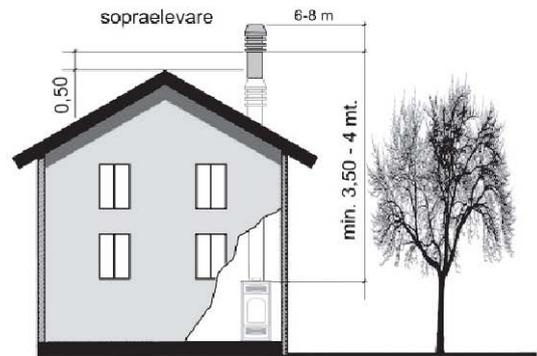
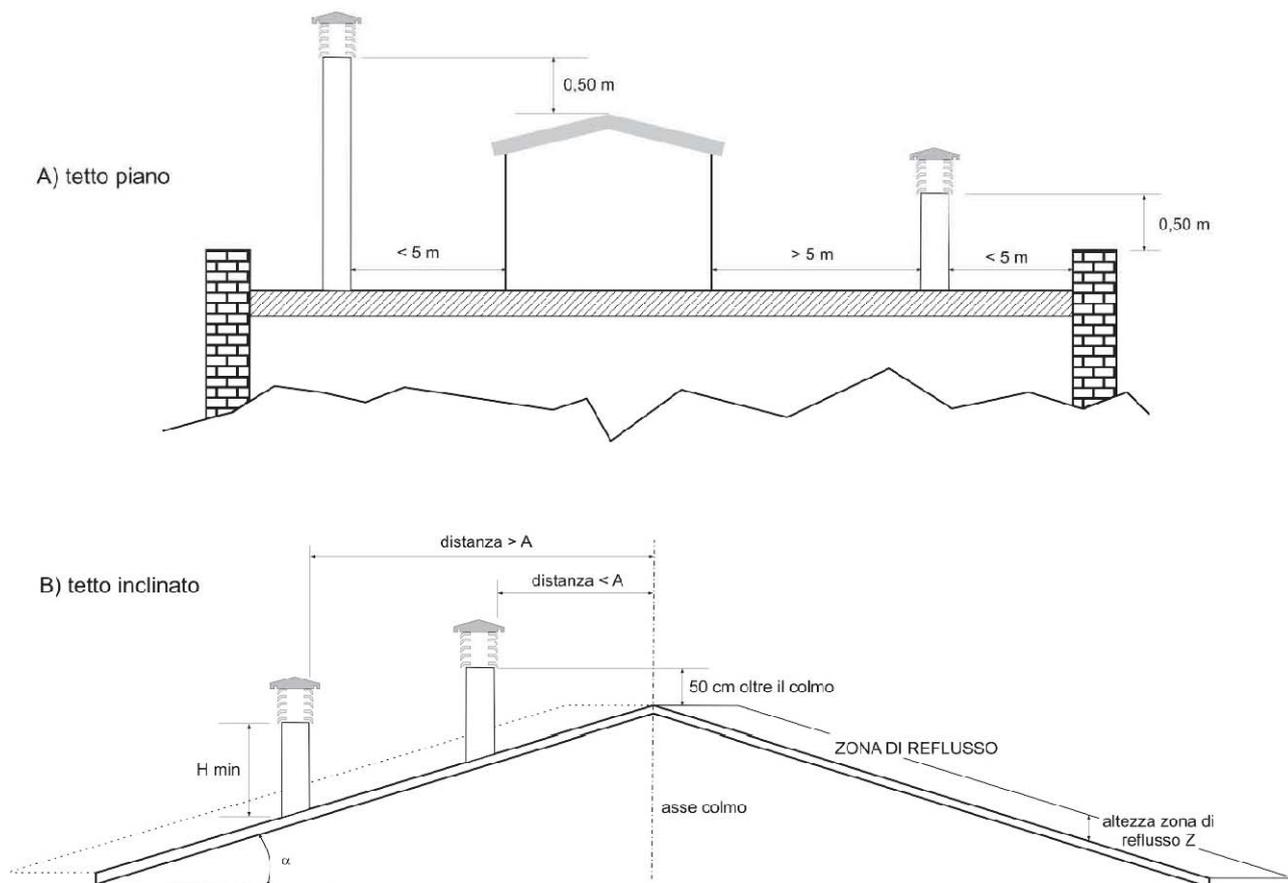

Abb.4
Abb. 5
-Der Kaminaufsatz muss so positioniert werden, dass eine angemessene Verteilung und Verdünnung der Verbrennungsprodukte gewährleistet ist, und in jedem Fall außerhalb des Rückstrombereichs. Da dieser Bereich je Neigung des Daches unterschiedliche Größen und Formen haben kann, müssen die in Abb.4 und Abb.5 gezeigten Mindesthöhen angewandt werden.
- Der Kaminaufsatz muss windsicher sein und über den Dachfirst hinausragen (Abb.4 und Abb.5).
- Eventuelle Konstruktionen oder andere Hindernisse, die die Höhe des Kaminaufsatzes überschreiten, dürfen sich nicht unmittelbar neben diesem befinden (Abb. 4).